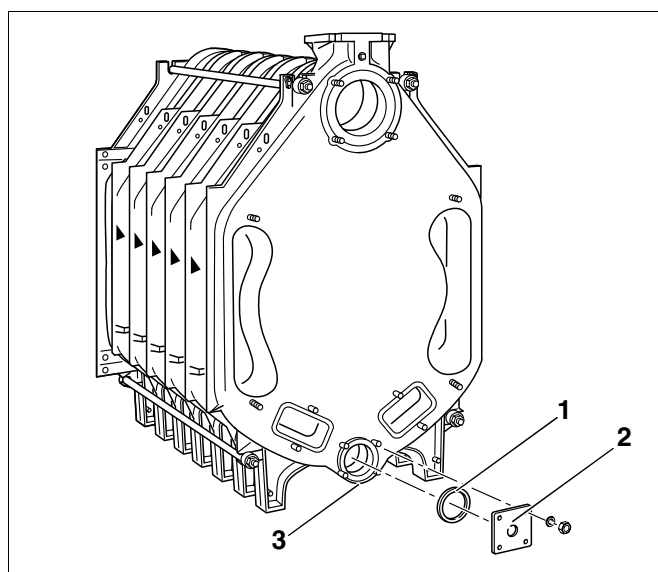

Fig. 26 Montering af flange
- Luk den nederste nippelgang (fig. 26, **pos. 3**) forrest og bagest. Dette gøres ved at lægge den tilhørende pakning (fig. 26, **pos. 1**) på den pågældende nippelgang, og skrue blindflangen med kantlængden på 110 mm på.
Monter samtidig flangen med gevindboringen (R 3/4) til påfyldnings- og tømningstilslutning (fig. 26, **pos. 2**) på kedlens bagside.